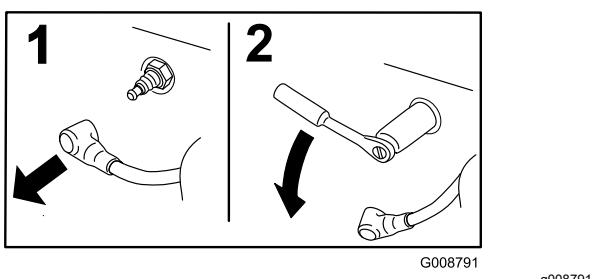

Figure 42
5. Détachez les capuchons des bougies (Figure 42).